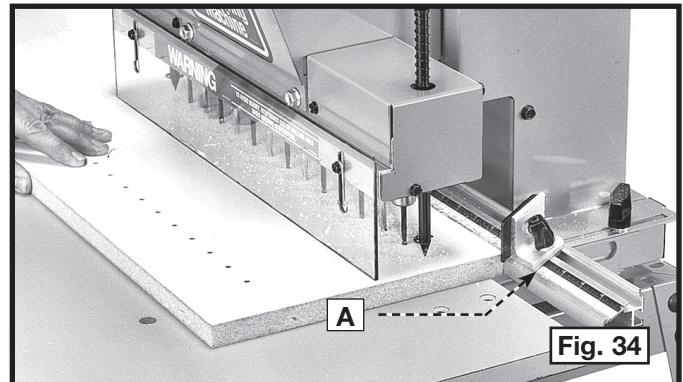

Fig. 34
1. Un perçage en ligne typique est illustré en figure 34. Remarquez que l'extrémité droite de la pièce est positionnée contre la butée du guide (A) et que 13 trous ont été percés espacés de 32 mm.